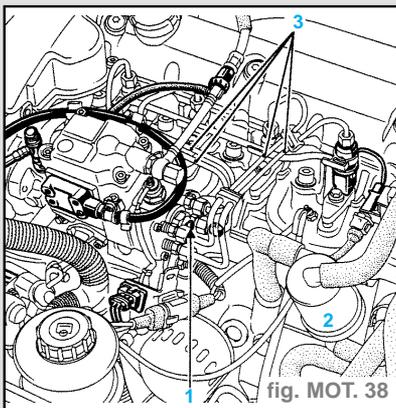

fig. MOT. 38
- Déposer le décanteur d'huile (2) et les tuyaux haute pression de gazole (3) (fig. MOT. 38).